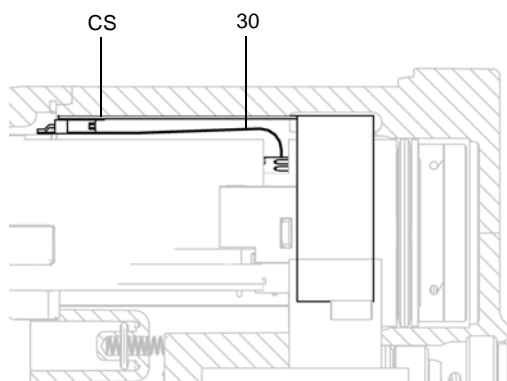

FIG. 37 . Raccordement du circuit flexible
3. Saisir l'alimentation électrique (7) à la main. Dégagez l'ensemble alimentation électrique/turbine du corps du pistolet (10) par un mouvement oscillant de côté, puis l'extraire avec précaution.
5. Pour détacher l'alimentation électrique (7) de la turbine (8), débranchez le connecteur ruban à 3 fils (PC) de cette dernière. Consultez la FIGURE 37.
8. Introduire l'alimentation électrique/la turbine dans le corps du pistolet (10). Assurez-vous que les barrettes de terre (EE) sont bien en contact avec le corps.
Pour les modèles Smart uniquement : alignez le connecteur du circuit flexible à 6 broches (30) avec la prise (CS) en haut du corps du pistolet. Consultez la FIGURE 37.